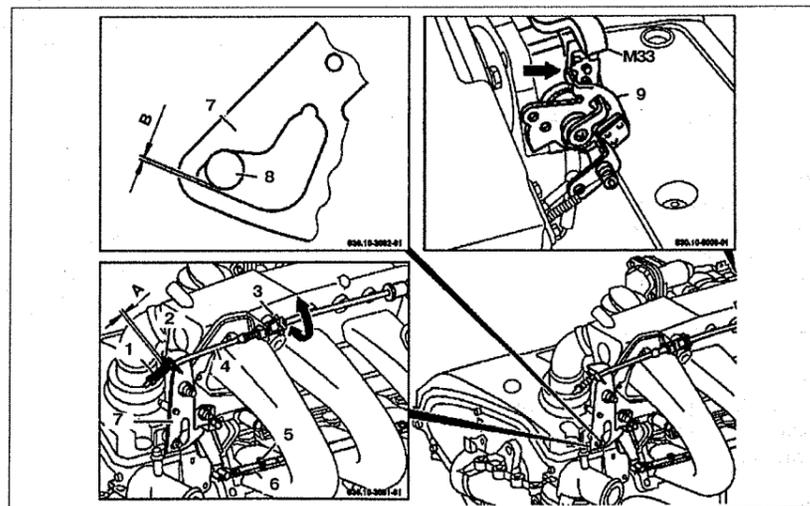

Рис. 2.126. Регулировка привода холостого хода:
11. Отрегулируйте биение троса 4 между пружиной 1 и направляющей 2 на рычаге 7 путем вращения гайки 3 (см.рис.2.126). Зазор между пружиной и направляющей должен быть 0,5-1,0 мм.